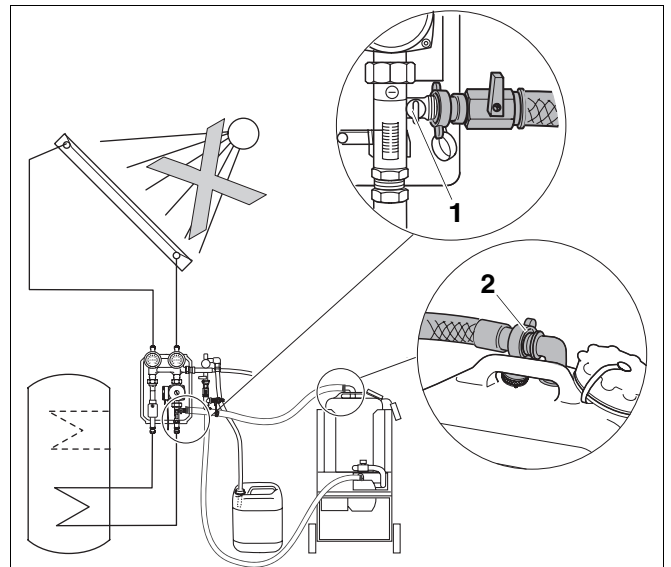

Abb. 8 Rücklaufschlauch montieren und Ablassschlauch in den Kanister enden lassen
- ▶ Montieren Sie den Rücklaufschlauch (¾") mit dem Kugelhahn am Anschluss des Durchflussmengen-einstellers (Abb. 8, **Pos. 1**) und am oberen Behälteranschluss (Abb. 8, **Pos. 2**).